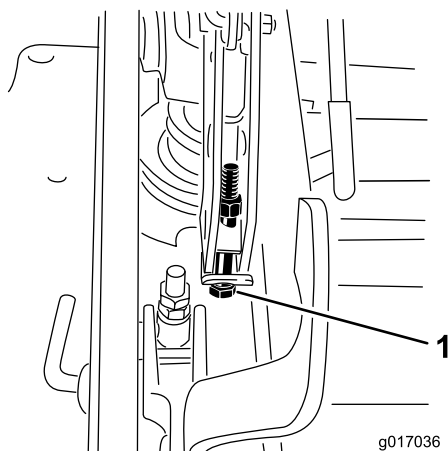

Figure 97
13. Si le tablier est trop bas, serrez le boulon de réglage monopoint dans le sens horaire. Si le tablier est trop haut, desserrez le boulon de réglage monopoint dans le sens antihoraire (Figure 97).